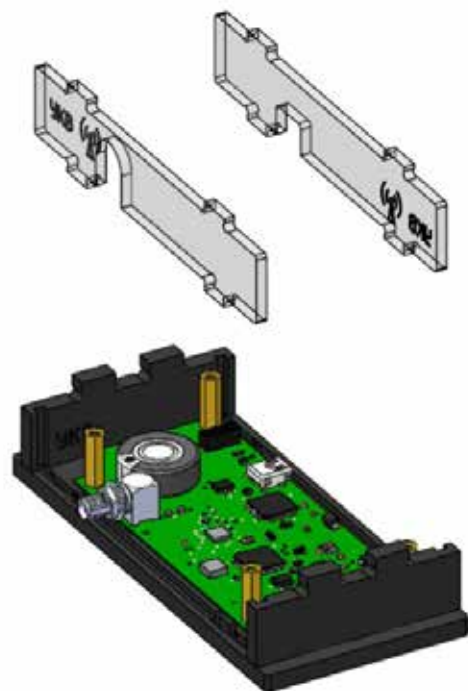

Рисунок 92. Установка прозрачных панелей
3) Установить две прозрачные панели на нижнее основание. Для этого каждую панель провести по направляющим в стенках до основания и защелкнуть (рисунок 92):